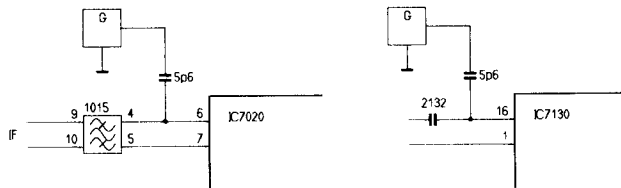

Fig. 7
Einen Signalgeber (z.B. PM 5326) anschließen, wie es in Bild 7 enthalten ist, und dessen Frequenz auf 38,9 MHz einstellen. Ein Voltmeter an Anschluss 15 von IC7020 schalten und mit 5034 auf 6 Volt (Gleichsp.) regeln. Dies ist nicht wirksam in System SECAM L'.
- a. Einen Signalgeber (z.B. PM5326) anschließen wie es Bild 7 zeigt, und dessen Frequenz auf 38,9 MHz einstellen. Das Signal mit beispielsweise 1 kHz in Amplitude modulieren. Widerstand 3001 auf einer Seite loslöten (Speisespannung für den Tuner). Oszilloskop an Anschluss 22 von IC7020 schalten und 5035 auf ein Höchstsignal (unverzerrt) regeln. Dafür sorgen, dass der Demodulator nicht übersteuert wird. Widerstand 3001 wieder anlöten.